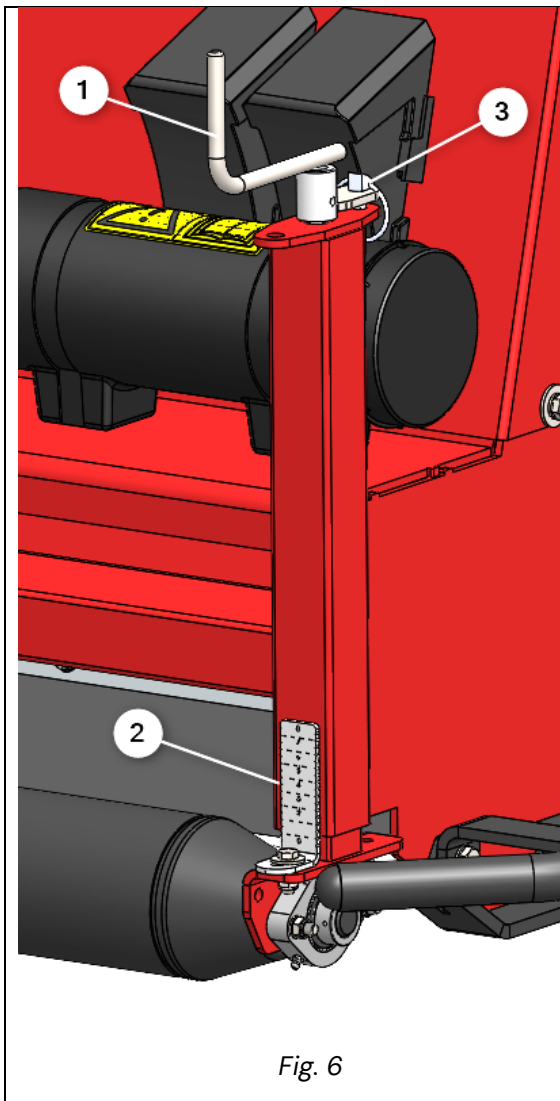

Fig. 6
Scarification (Fig.6):
2. Soulevez la machine et réglez le rouleau avant à la profondeur souhaitée en retirant le clip (3) et en actionnant les leviers de broche (1) des deux côtés de la machine. Utilisez les indicateurs (2) pour lire le réglage de la profondeur. Reportez-vous au tableau de *la fig. 6* à titre de référence.
3. Une fois la profondeur correcte réglée, verrouillez les leviers à l'aide des clips (3).